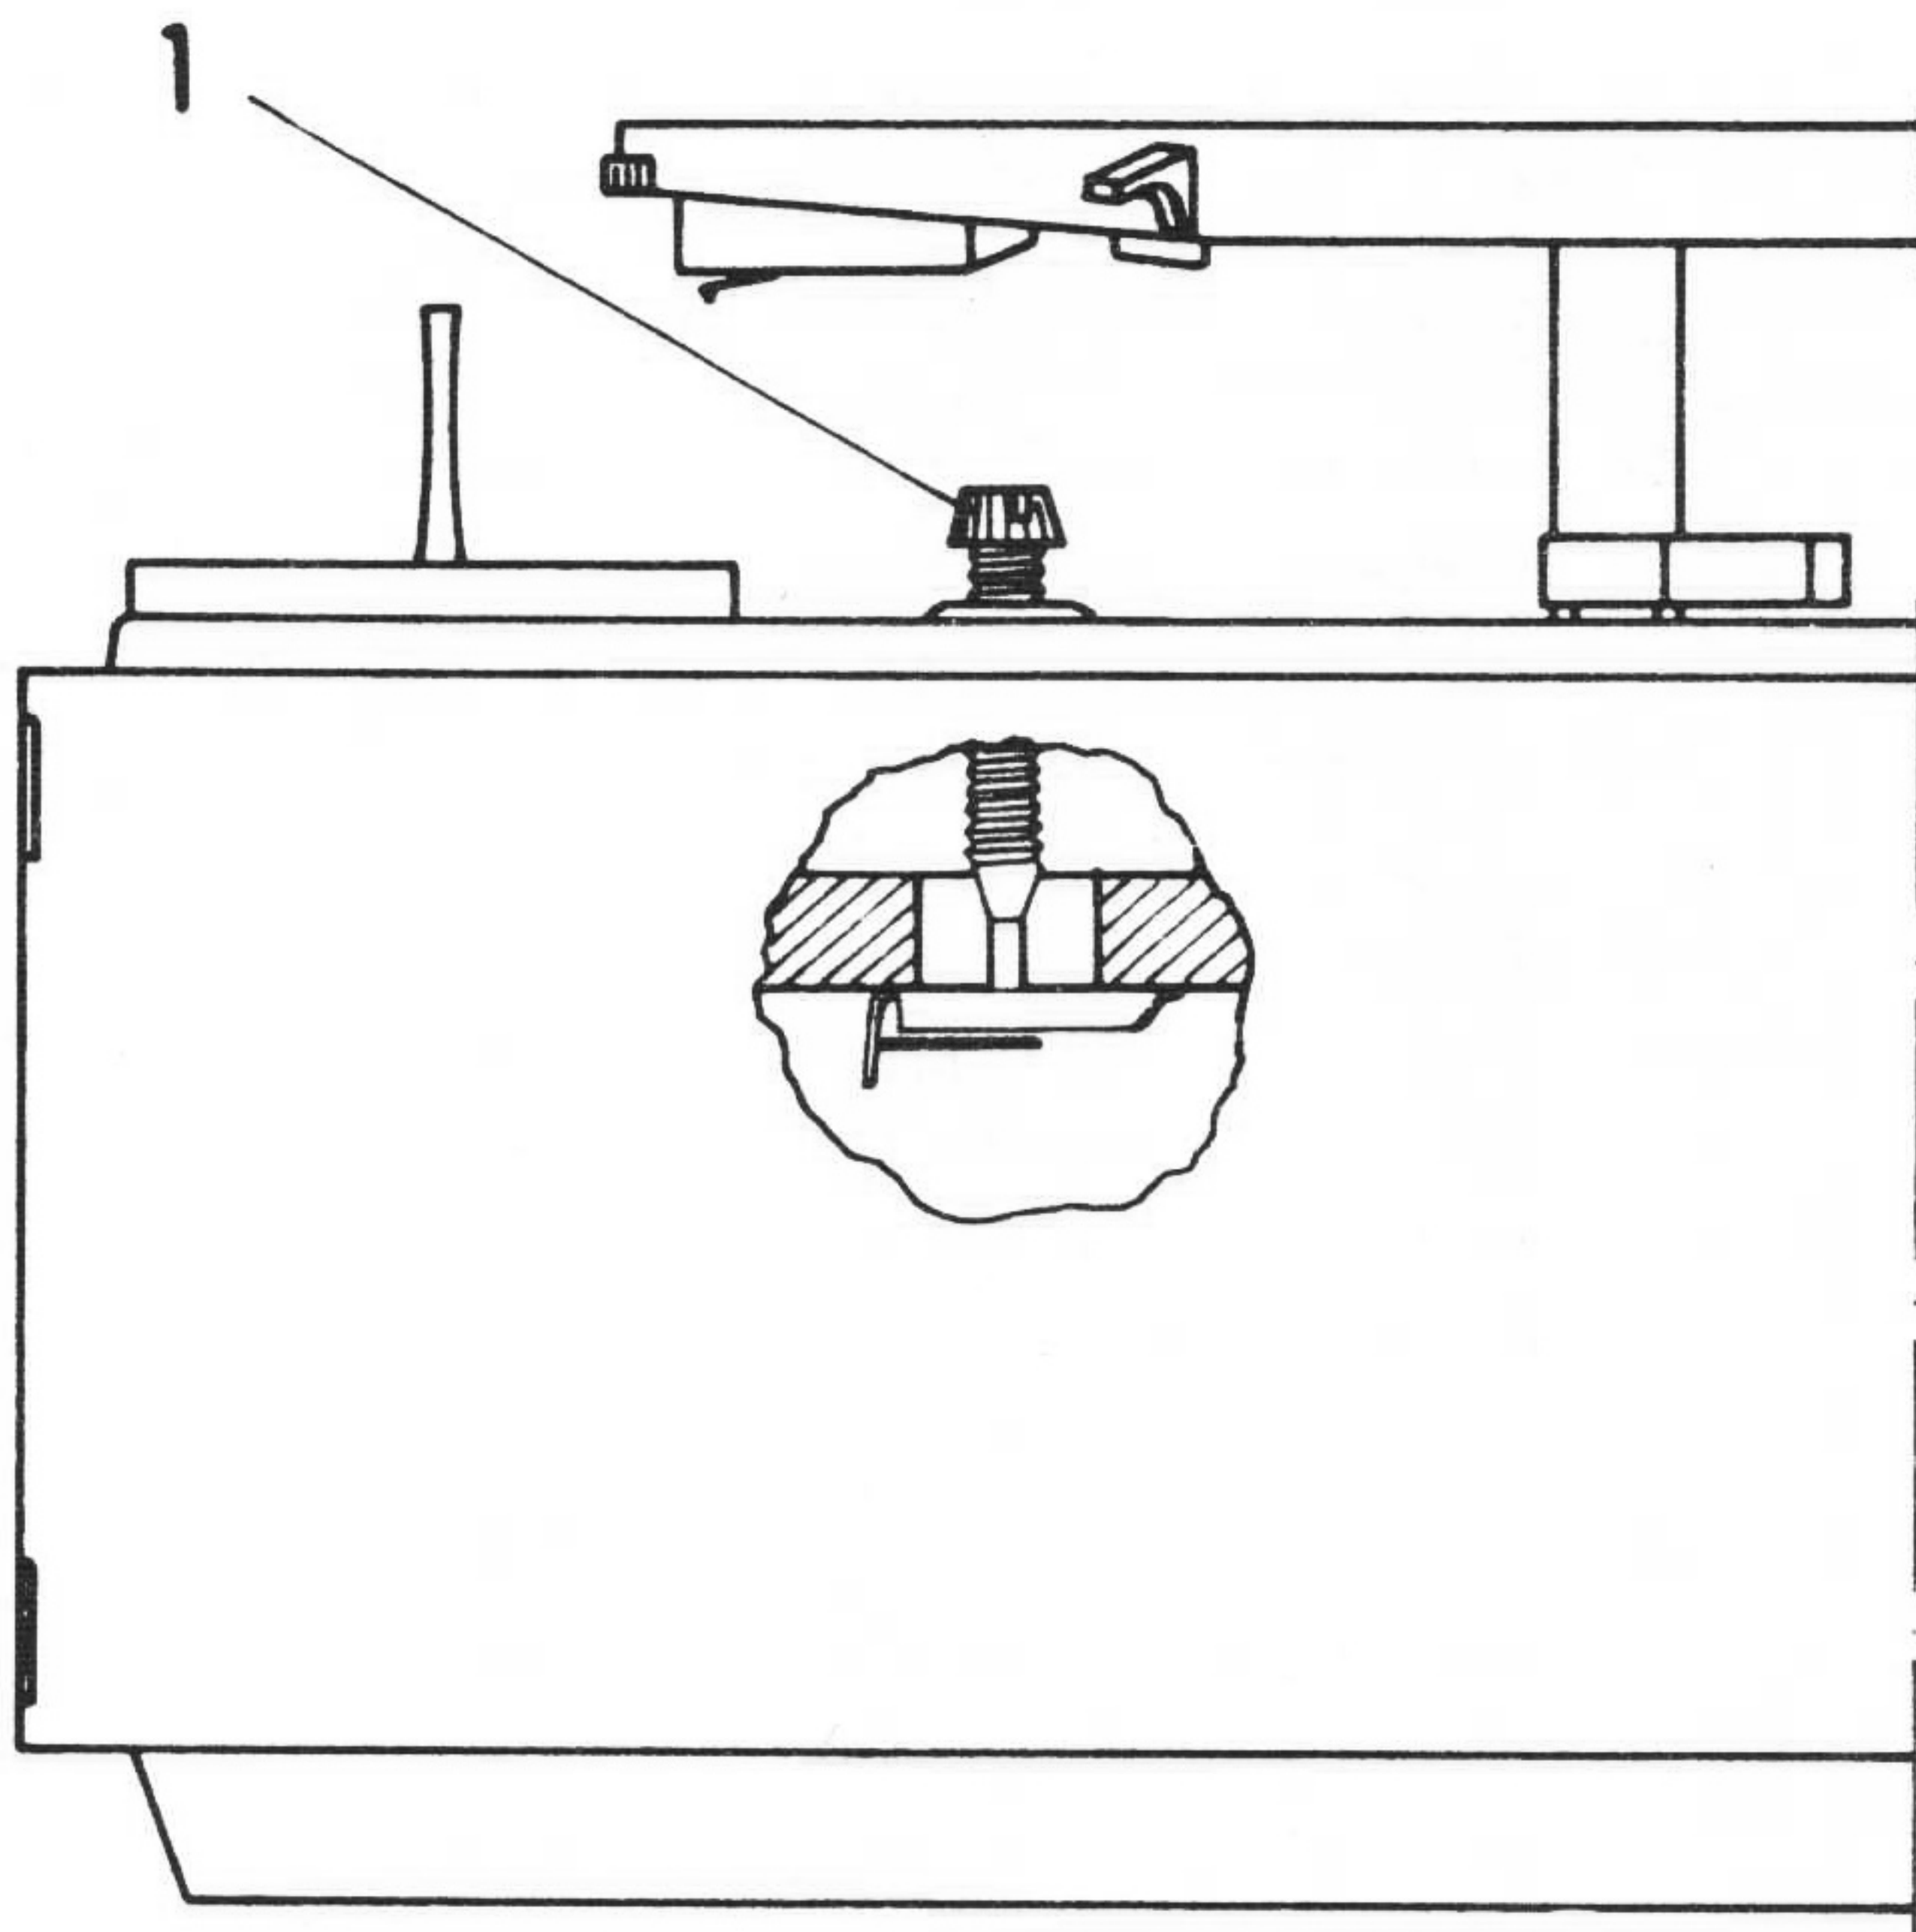

Fig. 5
Skruva ned de två skruvarna (1) fig 5 så långt det går. Ställ sedan apparaten på kant och stick in en mejsel i hålet (2) fig 6 och gör som där visas, varefter chassit lätt kan tagas ur. Vid återmontering går man i tillämpliga delar tillväga på motsatt sätt.